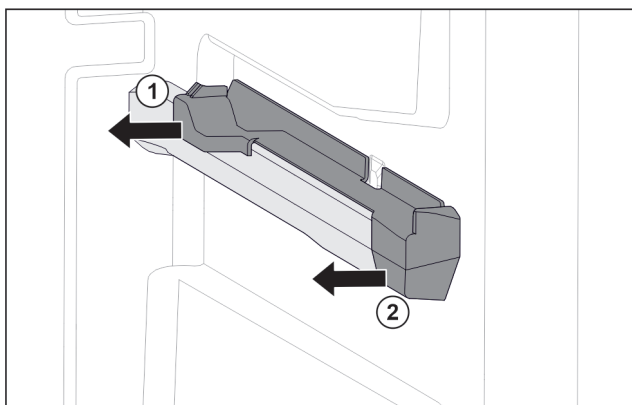

Fig. 75 Insteekelement op rechter containerrib
- Insteekelement achter naar de zijkant toe eraf trekken. Fig. 75 (1)
- Insteekelement voor naar de zijkant toe eraf trekken. Fig. 75 (2)